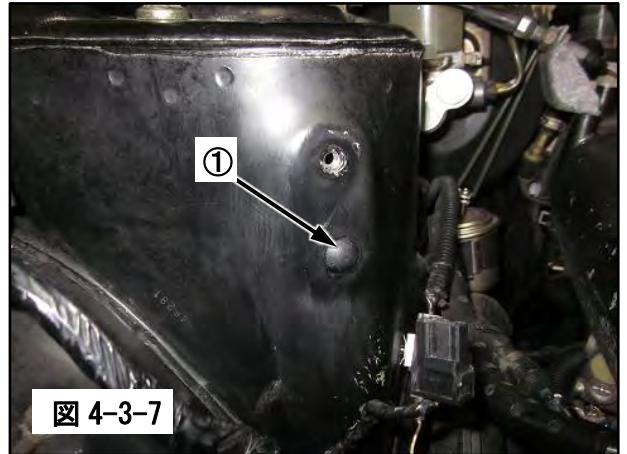

図 4-3-7
- (7) ①プラスチックキャップを取外してください。(図 4-3-7)